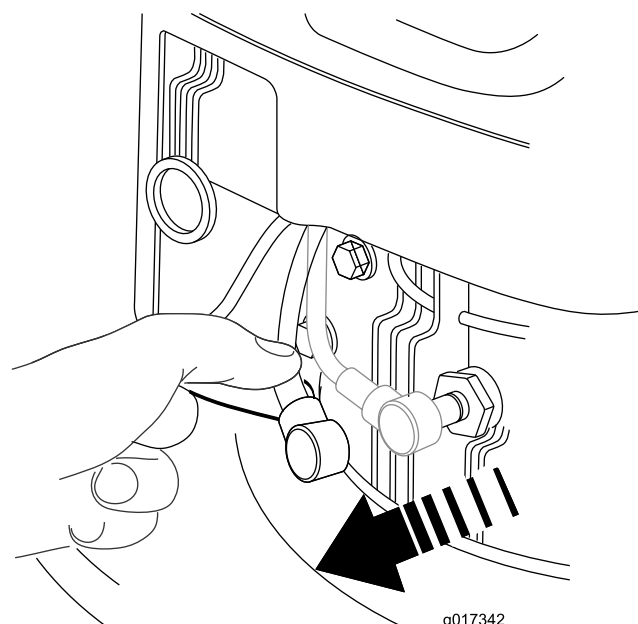

図 19
2. 整備などの前には、必ず点火プラグコードを外す 図 19。
2. 点火コードを取り外す 図 19。